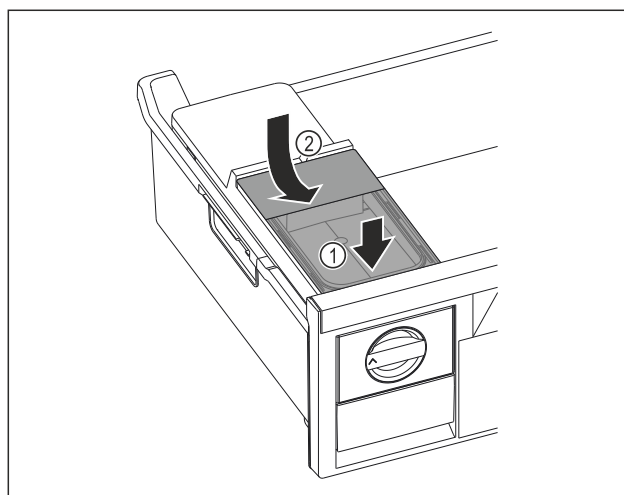

Fig. 70
- ▶ Collegare il serbatoio dell'acqua alla parte anteriore. Fig. 70 (1)
- ▶ Abbassare il serbatoio dell'acqua posteriore. Fig. 70 (2)